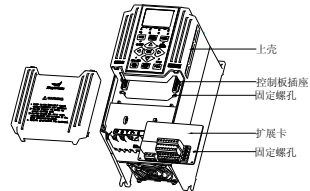

图 3 I/O 扩展卡安装示意图
- ① 取下下盖，将扩展卡按如图 3 方向，以一定倾斜角度放置至箭头指定位置。
- ② 使扩展卡端子对准控制板插座，下按直至与控制板插座接触良好；
- ③ 确认扩展卡两侧的螺孔对齐后，锁紧两个 M3 螺钉。